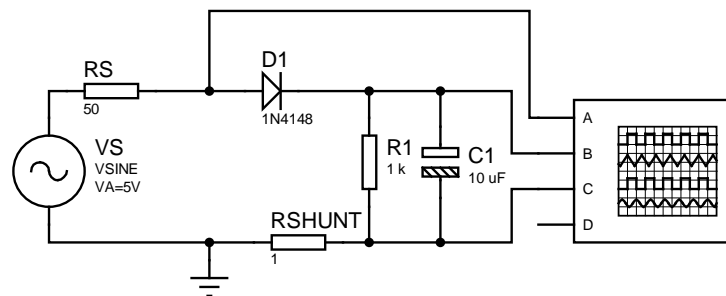

Figura 4. Esquema que inclou l'efecte de càrrega del GF del laboratori.
- TC1. Simuleu l'esquema proposat a la Figura 4 i